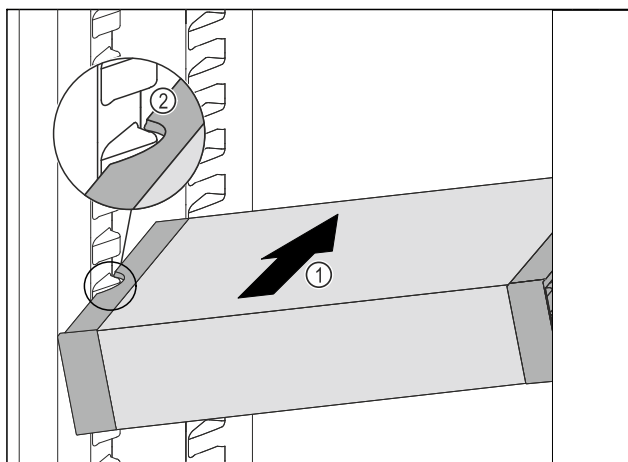

Fig. 218
- ▶ Вдвигайте VarioSafe под наклоном в холодильное отделение Fig. 218 (1), пока боковые выемки Fig. 218 (2) VarioSafe не окажутся на высоте выступа резервуара в холодильном отделении.